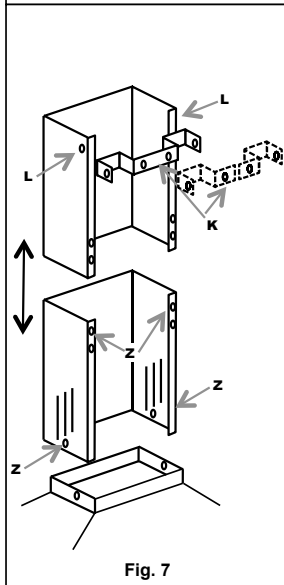

Fig. 7
• MONTAGE DES CONDUITS DE LA FUMÉE (fig. 7) :